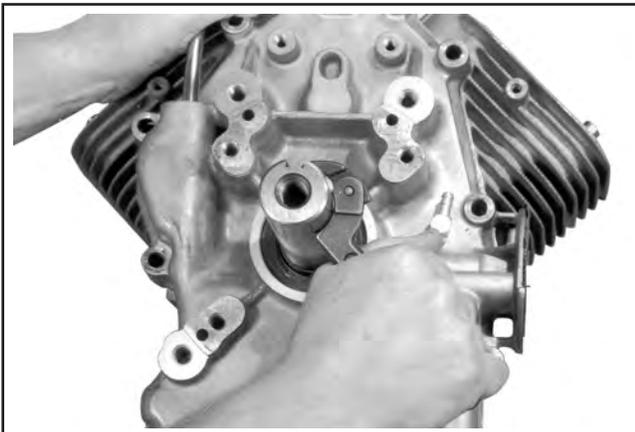

Abbildung 11-20. Verwendung eines Schlüssels für die Drehung der Kurbelwelle.
5. Die Verschlussplatte auf dem Kurbelgehäuse montieren. Die Nockenwelle und die Kurbelwelle vorsichtig auf den Kopplungslagern positionieren. Die Kurbelwelle leicht drehen, um die Zahnräder der Ölpumpe und des Drehzahlreglers einrasten zu lassen. Siehe Abbildung 11-20.